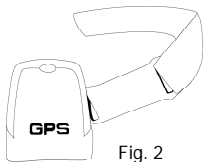

Fig. 2
- Als de armband niet aangebracht is, schuift u het kunststof hulpstuk met elastische band in de gleuf van de S+A-sensor zoals afgebeeld. (Fig. 2)